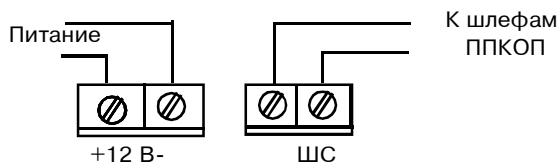

Рис. 4
- подключите провода согласно рис. 4;